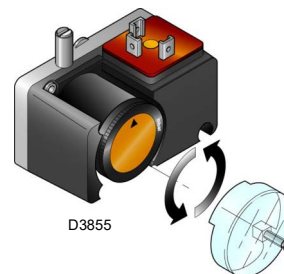

Fig. 28
- Régler le pressostat gaz seuil minimum (Fig. 28 à la p. 26) en début d'échelle.
Effectuer le réglage du pressostat gaz seuil minimum (Fig. 28) après avoir réglé le brûleur, les vannes de gaz et le stabilisateur de rampe.